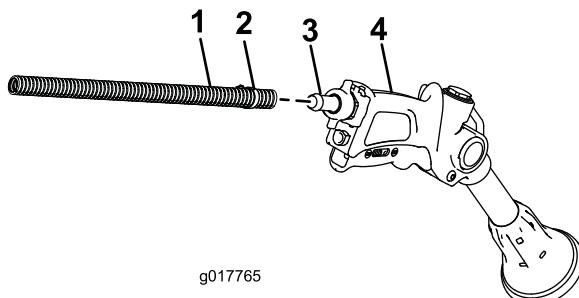

Figure 15
- Connectez l'extrémité libre du long flexible au raccord du pistolet pulvérisateur (Figure 15).